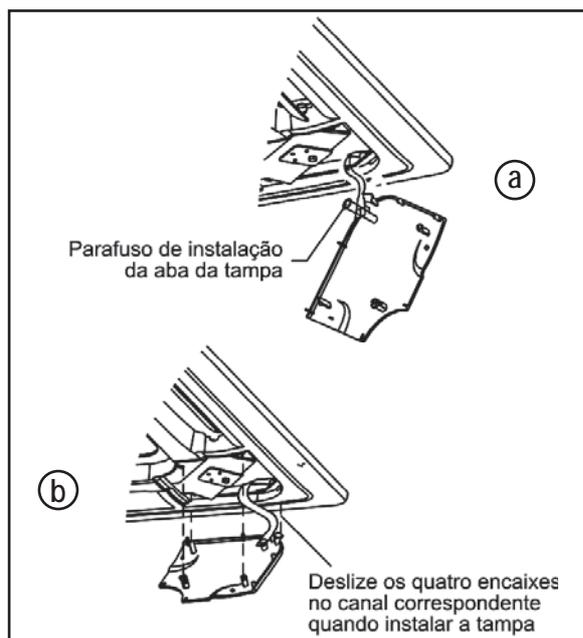

FIGURA 28
- k) É possível modificar a altura da unidade através das aberturas das tampas do painel de quatro cantos, se a elevação da unidade e o tubo de dreno não forem influenciados. (Ver Figura 28)
- Aperte os parafusos do cabo da tampa de instalação. (Figura 28-a)
- Pressione levemente a tampa para a instalação do painel. (Figura 28-b).